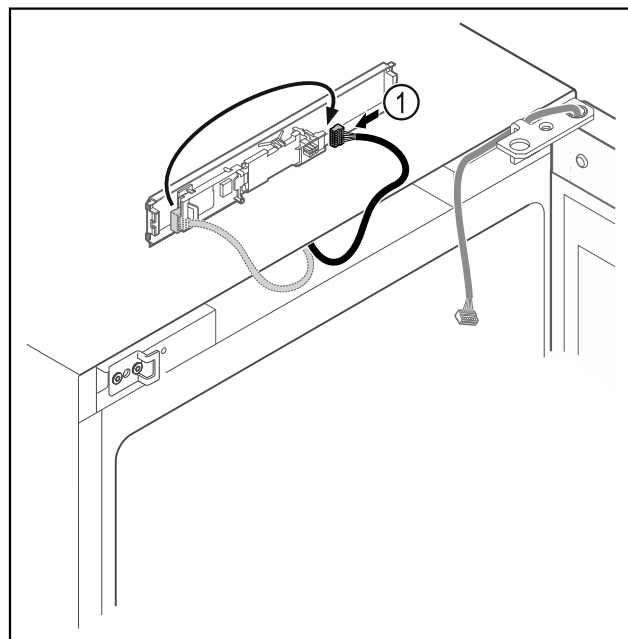

Fig. 11
- ▶ Přepojte zástrčku Fig. 11 (1) na desce.